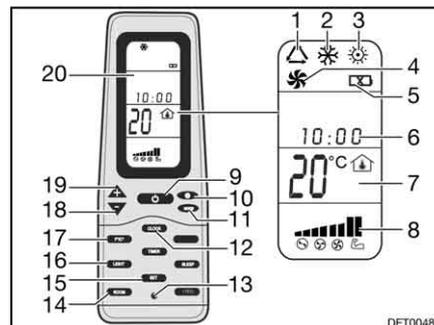

Fig. 176 Mando a distancia
- Pulsar la tecla ON/OFF (Fig. 176,9).
- Pulsar la tecla "Mode" (Fig. 176,11) las veces que sean necesarias hasta que se visualice el modo de funcionamiento deseado (Fig. 176,1, 2, 3 ó 4) en el display (Fig. 176,20).
- Ajustar la temperatura deseada con las teclas "+" (Fig. 176,19) y "-" (Fig. 176,18).
- Seleccionar la etapa deseada del ventilador con la tecla Velocidad del ventilador (Fig. 176,10).